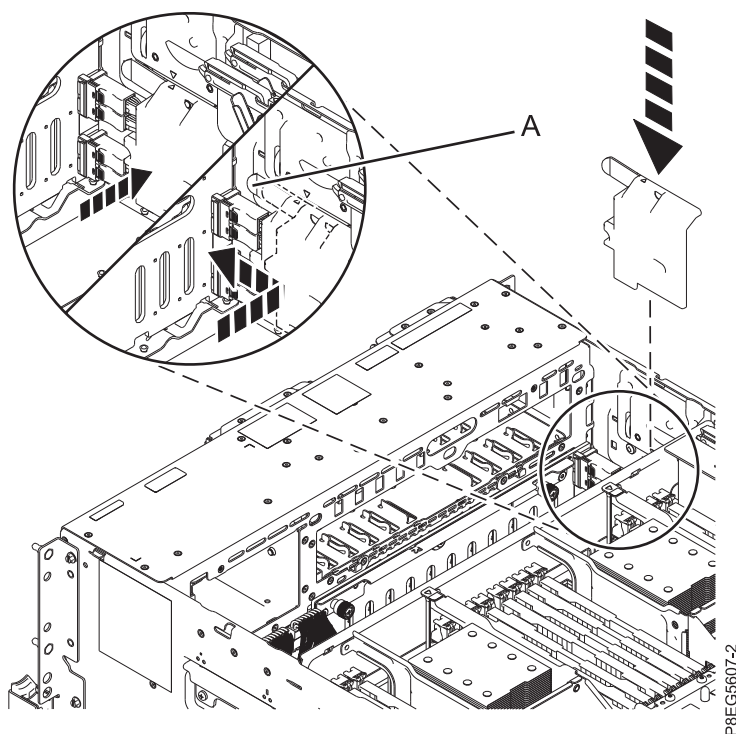

図 11. SAS ケーブル・カバーの再取り付け
7. SAS ケーブル・カバーを再取り付けします。カバーのスロットを、シャーシ側面のピンの上に置きます。カバー・スロットとピンが正しく位置合わせされると、SAS ケーブル・カバー上の三角形の記号がシャーシの側面にある三角形の記号とぴったり合います。ハンドル **(A)** が所定の位置でラッチが掛かるまで、カバーをシステム前部に向けて前方に押します。図 11を参照してください。